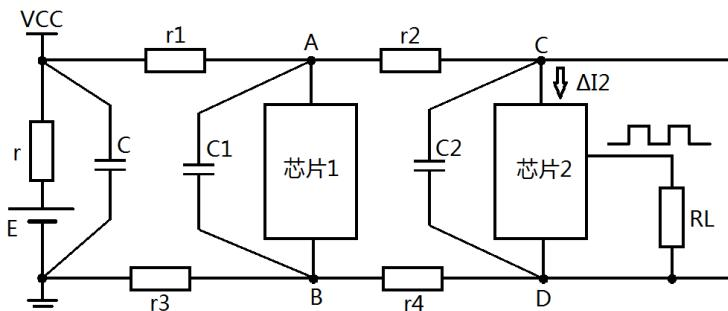

图 1.14 正确的去耦电容位置
- 2) 如图 1.14 所示, 由于采用了就近单点接法, 芯片供电电压 U_{AB} 和 U_{CD} 就是电容 C_1 和 C_2 两端电压, 供电电压自然就能达到稳定。